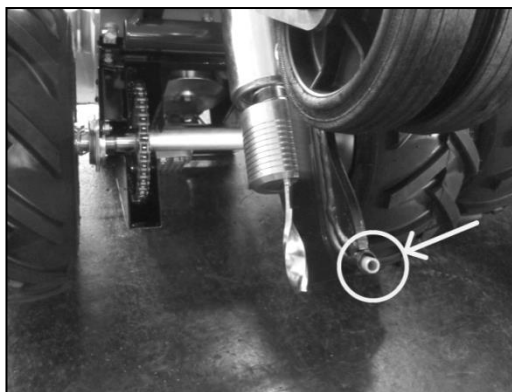

Fig. 2
- Vérifier l'intégrité du trou de sortie du câble périmétrique de l'ailette pour la pose souterraine (Fig. 2). Vérifier notamment l'intégrité du tuyau flexible à l'intérieur de l'ailette. Dans le cas où celui-ci serait endommagé, le remplacer. Vérifier en outre l'absence de toute coupure le long du contour du trou de l'ailette et que le bord du trou même ne soit pas tranchant ou découpé. En cas d'endommagement, remplacer l'ailette.